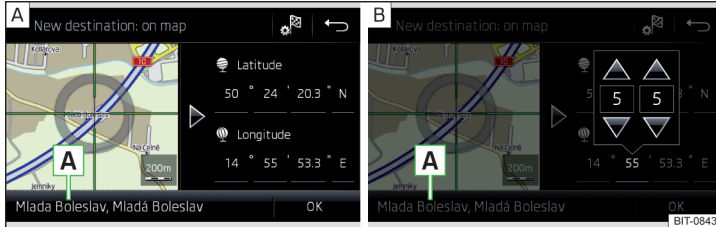

Abb. 228 Ziel eingeben: über den Kartenpunkt / mithilfe von GPS-Koordinaten
- › Durch Bildschirmberührung das gewünschte Ziel in das Fadenkreuz verschieben » Abb. 228 - **A**.
- › Die Werte der GPS-Koordinate nacheinander antippen und einstellen » Abb. 228 - **B**.
Sind in den Navigationsdaten des Infotainments Informationen zum eingegebenen Punkt verfügbar, dann werden diese statt der GPS-Koordinaten angezeigt (bspw. Adresse **A** » Abb. 228).